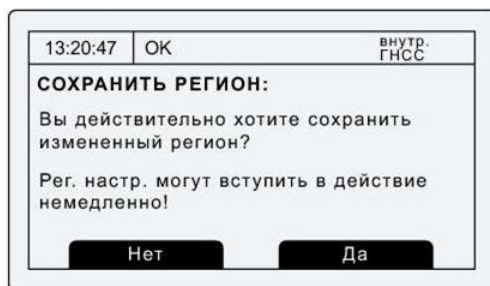

Рис. 52 Окно подтверждения региональных настроек
7. Будет отображено требование подтверждения сохранения региональных настроек путем отображения на экране следующего Рис. 52.